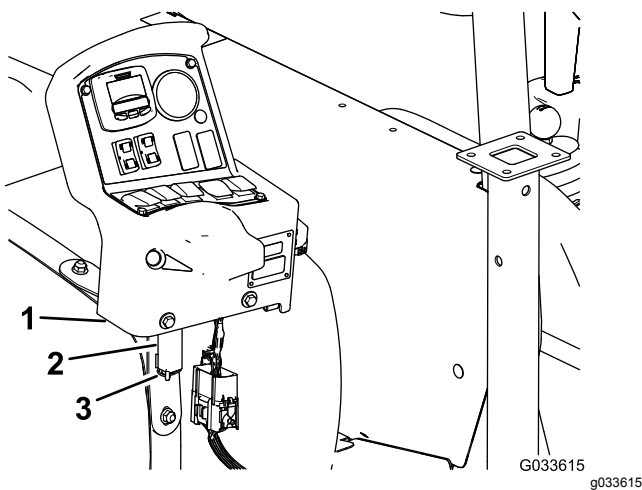

Bild 129
7. Entfernen Sie die Konsole von den Befestigungshalterung der Konsole und fluchten Sie den Lagerbolzen an der Steuerkonsole mit der Lagerhalterung am vorderen Behälterriemen (Bild 129) aus, siehe Befestigen der Steuerkonsole an der Maschine \(Seite 26\).
8. Befestigen Sie die Konsole an der Halterung und befestigen den Lagerbolzen mit dem Lastösenbolzen an der Halterung (Bild 129).